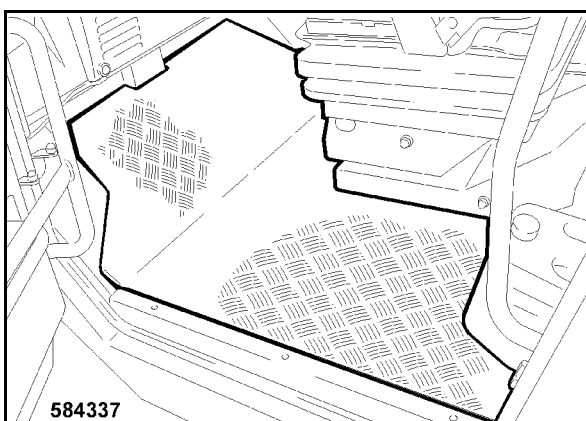

Fig. 218
- Colocar la estera 1 (Fig. 218).